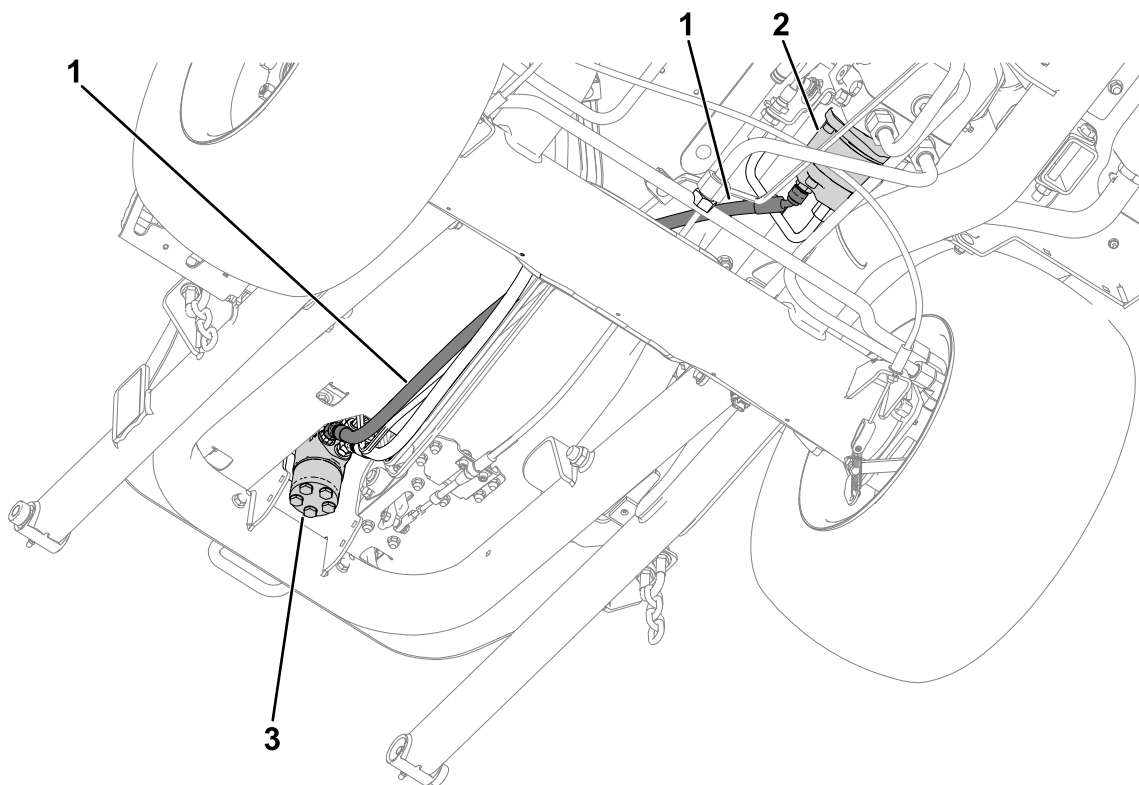

Figura 13
5. Certifique-se de que o tubo hidráulico está orientado como se mostra na Figura 13.